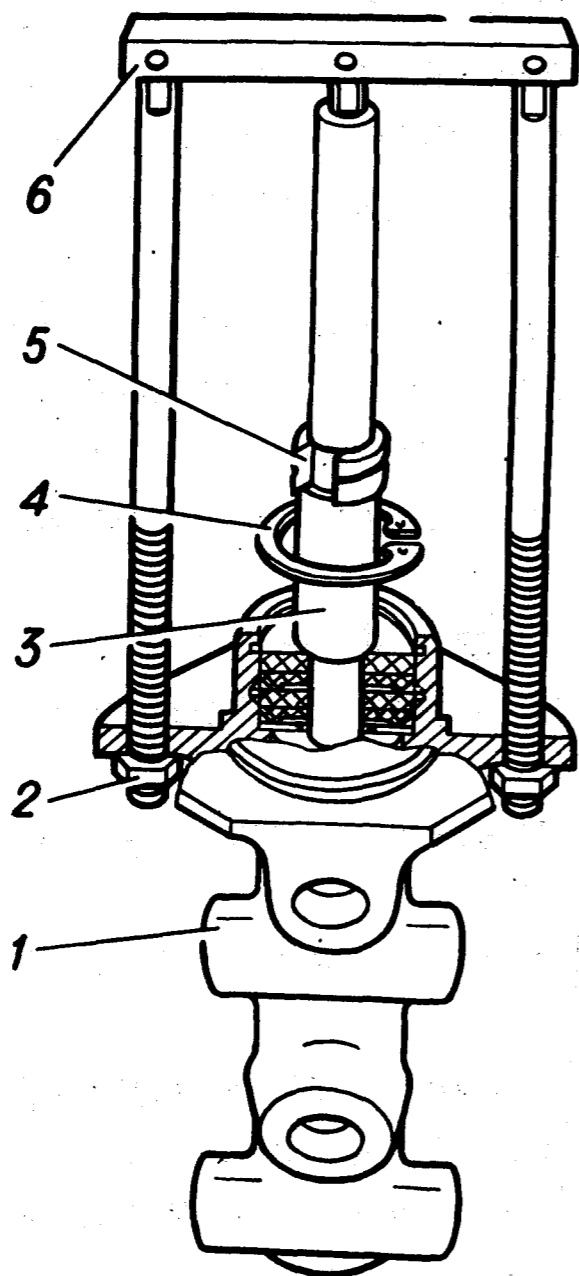

Рис. 192. Приспособление 6999-7566 для сборки главного цилиндра:
6. Наденьте на шток специального приспособления (рис. 192) стальную упорную втулку, уплотнитель-
7. Установив приспособление на двух отверстиях крепления главного цилиндра к вакуумному усилителю, равномерно заворачивайте гайки 2 (см.рис. 192), пока не освободится канавка под стопорное пружинное кольцо.